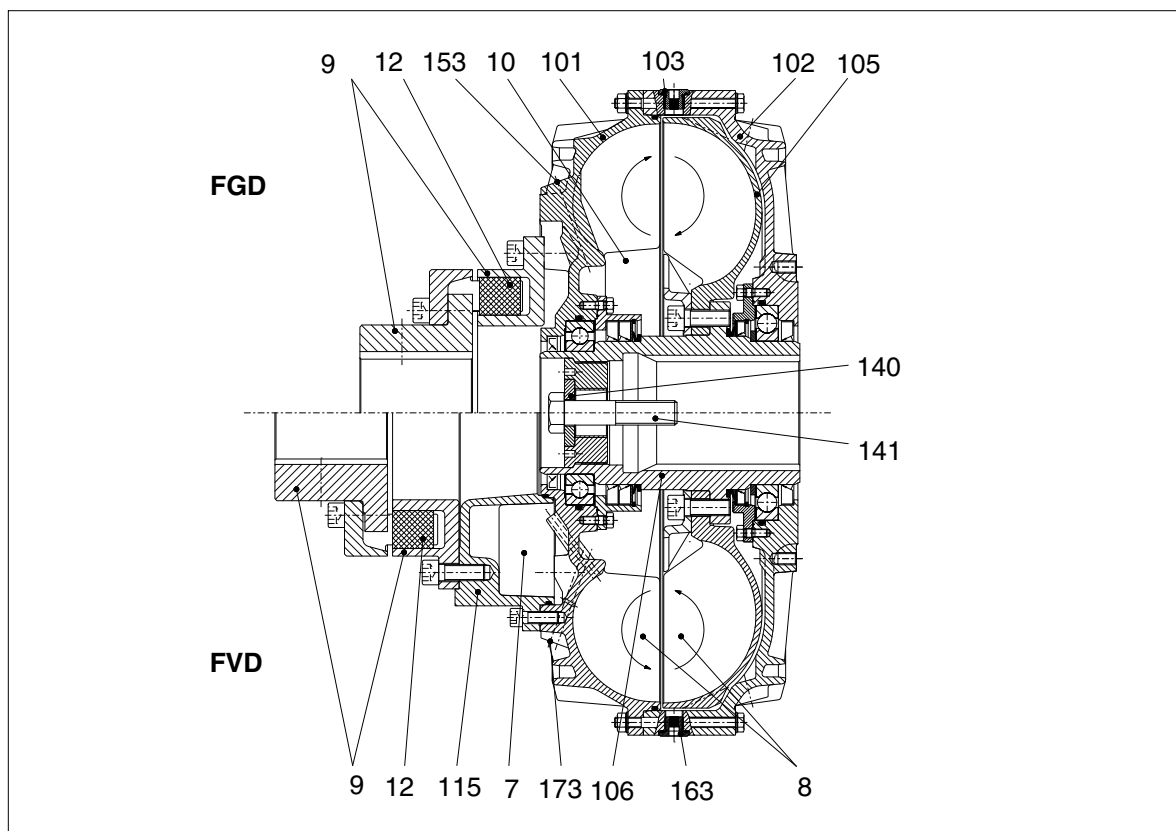

图 3: "FG.", "FV." 和 "FVV." 结构系列的一般描述
在清洁联轴器和涂敷长期防锈油之前，应拆卸图 3 所示的弹性元件 (12)。